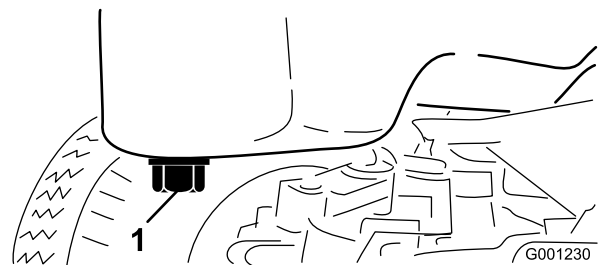

Figura 50
3. Coloque un recipiente debajo del capó, alineado con el tapón de vaciado (Figura 50).